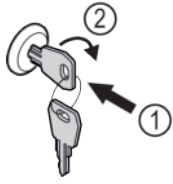

Fig. 123 Beispielhafte Darstellung
- ▶ Schlüssel hineindrücken Fig. 123 (1).
- ▶ Schlüssel um 90° im Uhrzeigersinn drehen Fig. 123 (2).